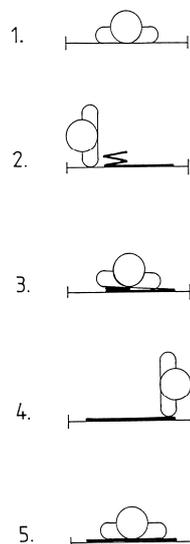

Abb. 9
- Dann, Gurtflaschen von außen nach innen unter die Oberschenkel legen; dazu können die Beine leicht angewinkelt werden (Abb. 9, 10).